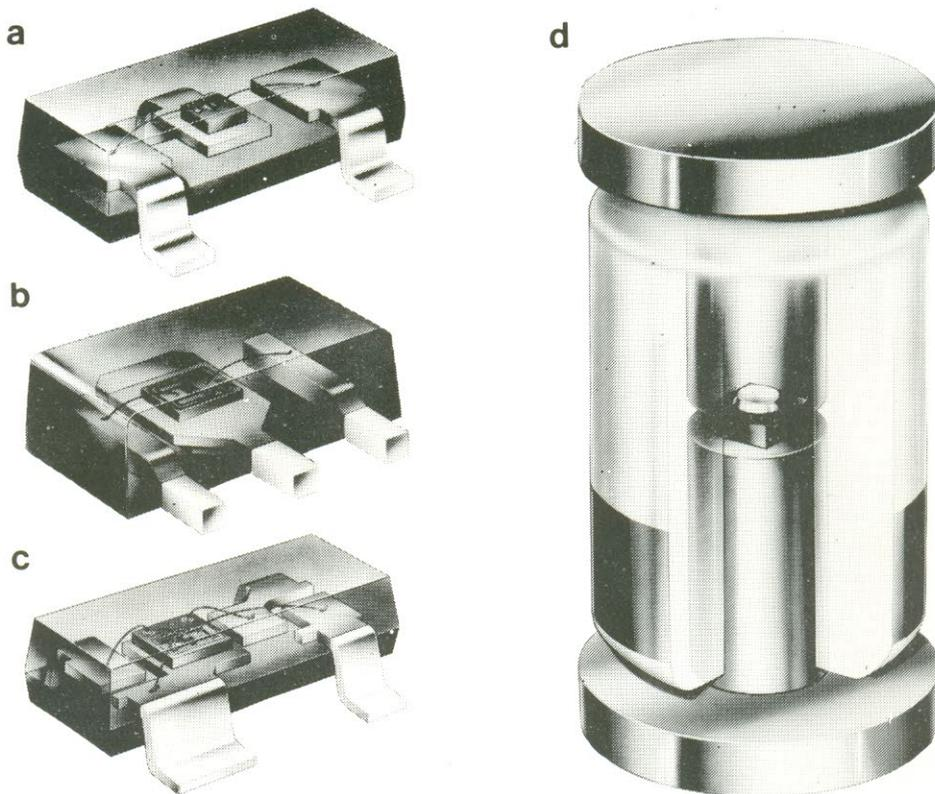

figura 3 - Alguns encapsulamentos de semicondutores SMD: SOT - 23 (a), SOT - 89 (b), SOT - 143 (c) e SOD - 80 (d).
– *Componentes ativos:* praticamente todos os transistores e diodos atualmente fabricados podem ser reproduzidos na forma SMD sem dificuldades; são muitos, portanto, para serem descritos em detalhe. Os transistores de montagem superficial podem ser encontrados nos tipos de comutação, alta frequência, baixo ruído, efeito de campo, alta tensão e aplicação geral. Os diodos, por sua vez, incluem o zener, schottky, comutador e varicap. Na figura 3 pode-se ver alguns encapsulamen-